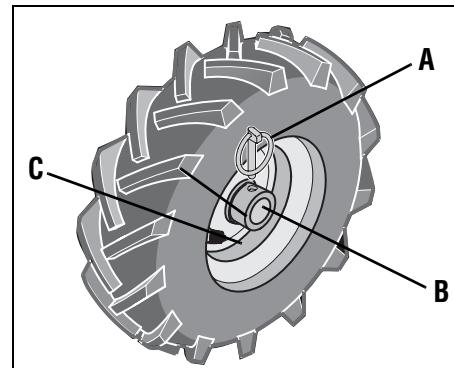

Figura 3-2: Posición TRANSMISIÓN EN LAS RUEDAS.
4. PARA el modo de TRANSMISIÓN EN LAS RUEDAS (Figura 3-2): Deslice la rueda hacia afuera y alinee los orificios en el cubo de la rueda (D, Figura 3-2) y en el eje de la rueda (B). Inserte el pasador Klik (A) a través del cubo de la rueda (C) y del eje de la rueda (B). Repita con la otra rueda y luego retire el soporte que está debajo de la transmisión.